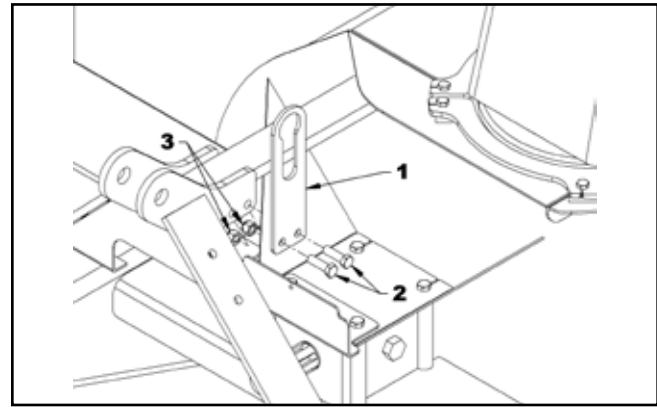

Figure 26. Assemblage du support du tuyau
9. Figure 26 : Montez le support de tuyau (1) sur le côté du kit d'attelage supérieur à 3 points avec deux boulons 3/8 po NC x 1-1/4 po et des contre-écrous à insert nylon (2, 3).